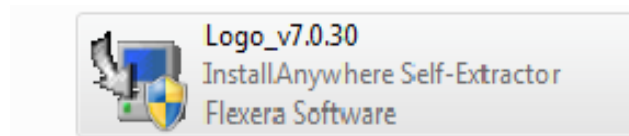

Figura 42: Icono del instalador LOGO! Soft Confort V7.0.
1. Para la instalación del programa LOGO! Soft confort V7.0. , dar doble clic en el icono que se muestra en la Figura 42: